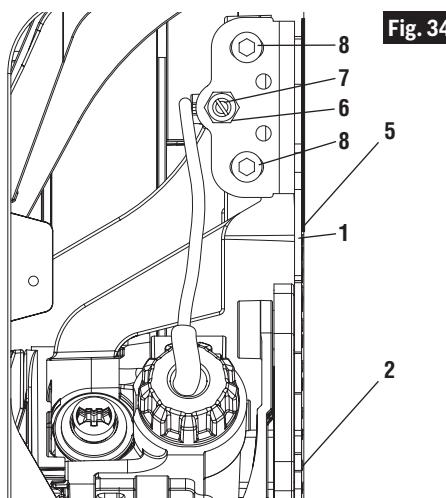

Fig. 34
4. Afloje la tuerca hexagonal **6** con la llave de boca abierta de 10 mm (Fig. 34). Afloje ligeramente los tornillos de sujeción **8** (de 1/4 de vuelta a 1/2 vuelta) utilizando una llave Allen de 5 mm suministrada con la sierra de mesa (almacenada en el lado derecho de la base). Afloje el tornillo de ajuste **7** utilizando un destornillador plano (Fig. 34).